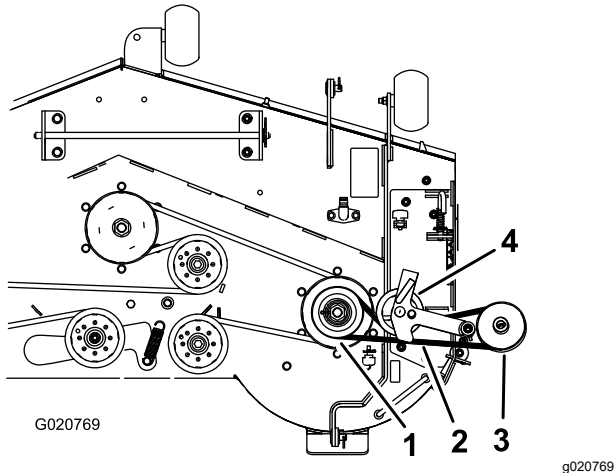
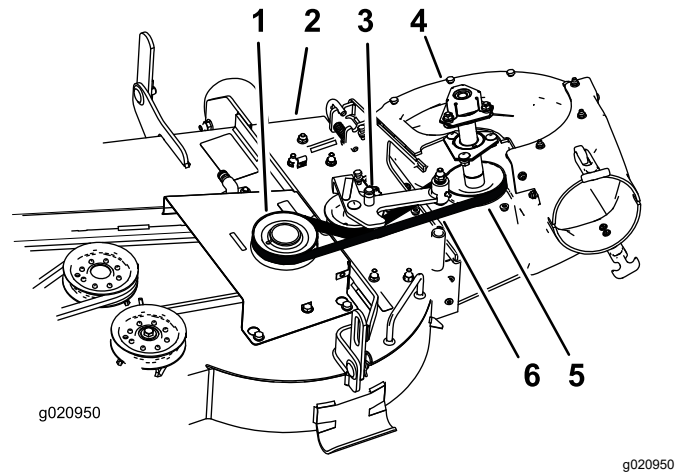

Figure 17
Figure 18
1. Si nécessaire, installez la courroie sur la poulie de ventilateur (Figure 18).
1. Au besoin, installez la courroie sur la poulie de ventilateur (Figure 17 et Figure 18). Voir 5 Montage du ventilateur \(page 12\).
3. Acheminez la courroie autour de la poulie d'entraînement comme montré à la Figure 17 et la Figure 18.
4. Acheminez temporairement la courroie sous la poulie de tension (Figure 18).
7. Tirez la poulie de tension rappelée par ressort pour l'éloigner de l'ergot de ressort fixe et chaussez la courroie sur la poulie du tablier de coupe (Figure 18).